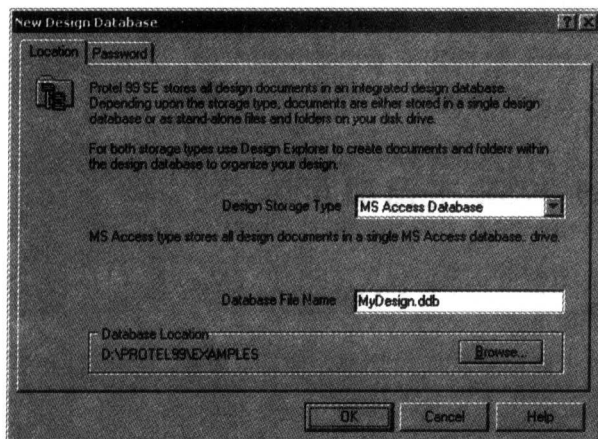
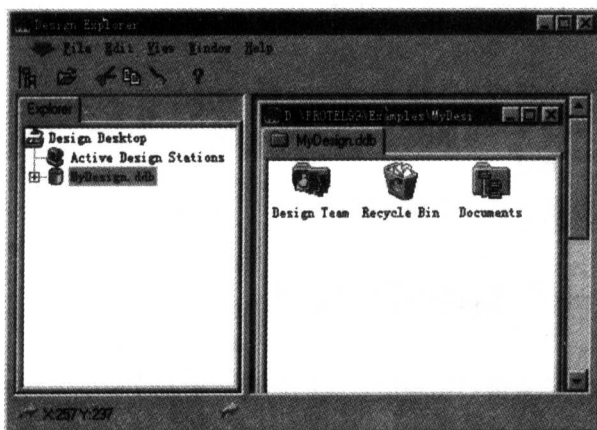

图 2-4 创建设计数据库文件对话框
图 2-5 设计数据库文件主窗口
(1) 执行菜单命令 【File】 / 【New】，将光标移到菜单 【File】 / 【New】处，单击或按回车键即可。执行命令 【File】 / 【New】后，会出现如图 2-4 所示的 【New Design database】（创建设计数据库文件）对话框。
(2) 单击 “” 按钮选择文件的存储位置。Protel 99SE 默认文件名 “MyDesign.ddb”，也可以根据自己的需要在相应位置改变文件名。
(3) 单击 “” 按钮后，Protel 99SE 的主窗口改变，如图 2-5 所示。
(1) 双击图 2-5 所示设计数据库文件主窗口中设计数据库文件“MyDesign. ddb”来打开该数据库，打开后的管理器窗口如图 2-6 所示。
(2) 单击“MyDesign. ddb”下的文件夹即可打开数据库文件夹，比较图 2-5 会发现工作窗口上多了一个【Documents】标签，如图 2-7 所示。